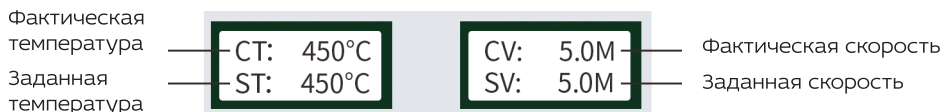

Рис. 3
3. Потяните вверх рукоятку управления (3), поднимите аппарат горячего воздуха, опустите сварочное сопло и сдвиньте его влево, чтобы оно оказалось между верхним и нижним листами свариваемого материала. При этом сварочный автомат автоматически переходит к сварке. На ЖК-дисплее появятся значения, температуры и скорости, как показано на *рис. 3*.
4. Постоянно следите за положением направляющего ролика (5). Он не должен отклоняться от края верхнего листа материала. При отклонении положения его можно поправить с помощью рукоятки (1).